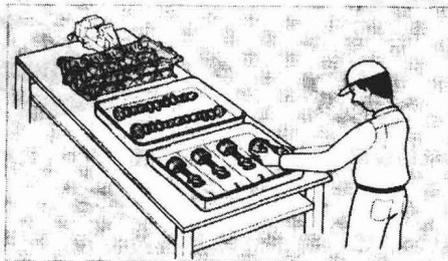

图 1-16 按要求摆放零件
- 摆放(见图 1-16) 分解时,根据每个部件安装位置、区域摆放,以便组装到原始位置。即使是相同的部件其碰撞和磨损也不一样,所以摆放好每一个部件,避免装错。